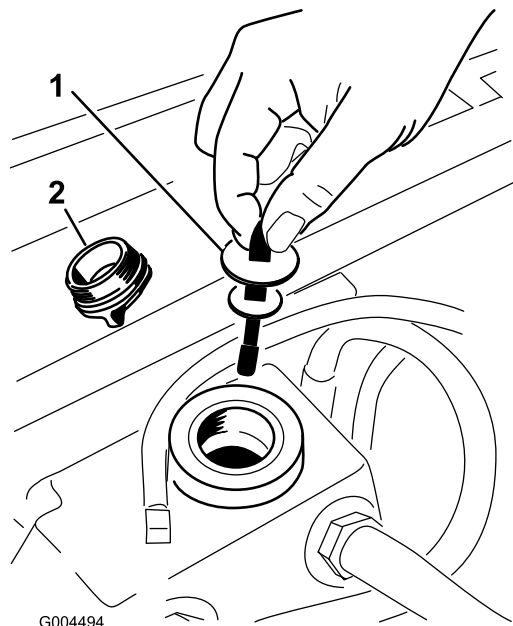

Bild 63
5. Nehmen Sie den Deckel des Hydraulikbehälters vom Einfüllstutzen ab (Bild 63).
6. Nehmen Sie den Peilstab heraus und wischen Sie ihn mit einem sauberen Lappen ab (Bild 63).
7. Stecken Sie den Peilstab in den Einfüllstutzen und ziehen ihn dann heraus, um den Ölstand zu prüfen (Bild 63).